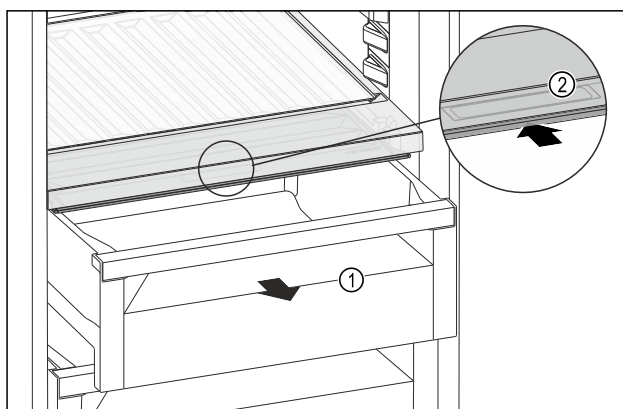

Fig. 87
- ▶ Extrageți sertarul Fig. 87 (1).
- ▶ Prindeți mânerul încastat Fig. 87 (2) de la capacul compartimentului și glisați concomitent capacul compartimentului spre partea posterioară.